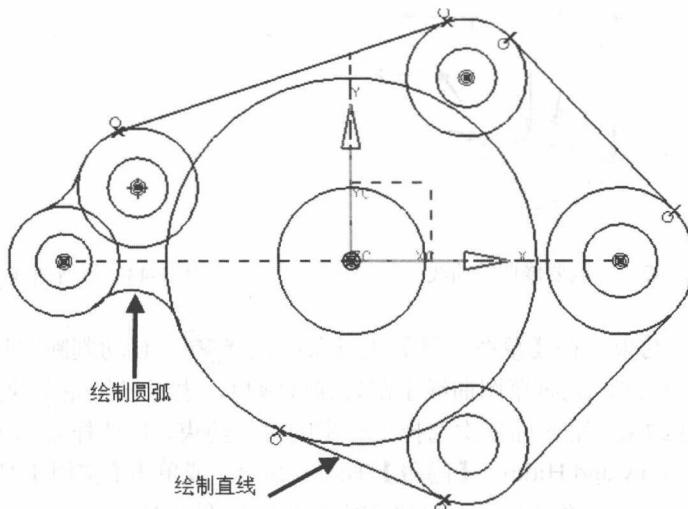

图 1-40 绘制直线和圆弧
(13) 在【草图工具】工具条中选择  (直线) 按钮，在捕捉点工具条中选择  (点在曲线上) 按钮，然后选择两段圆弧，绘制一条公切线；然后在【草图工具】工具条中选择  (圆弧) 按钮，在【圆弧】浮动工具条中选择  (三点定圆弧) 按钮绘制一条与两圆均相切的圆弧，结果如图 1-40 所示。